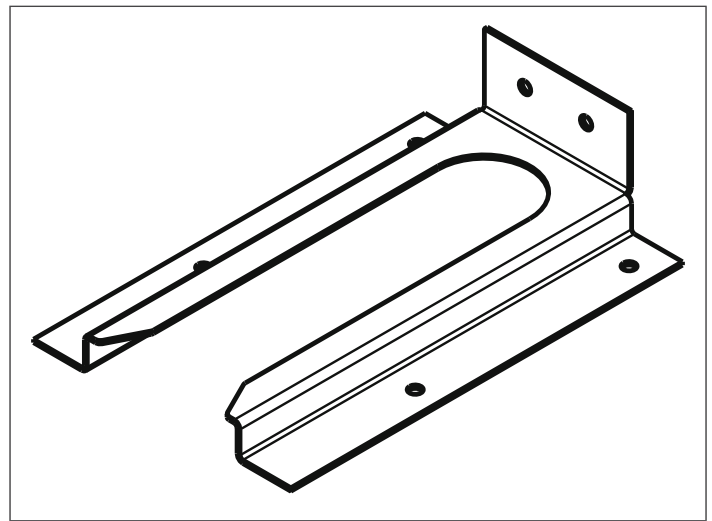
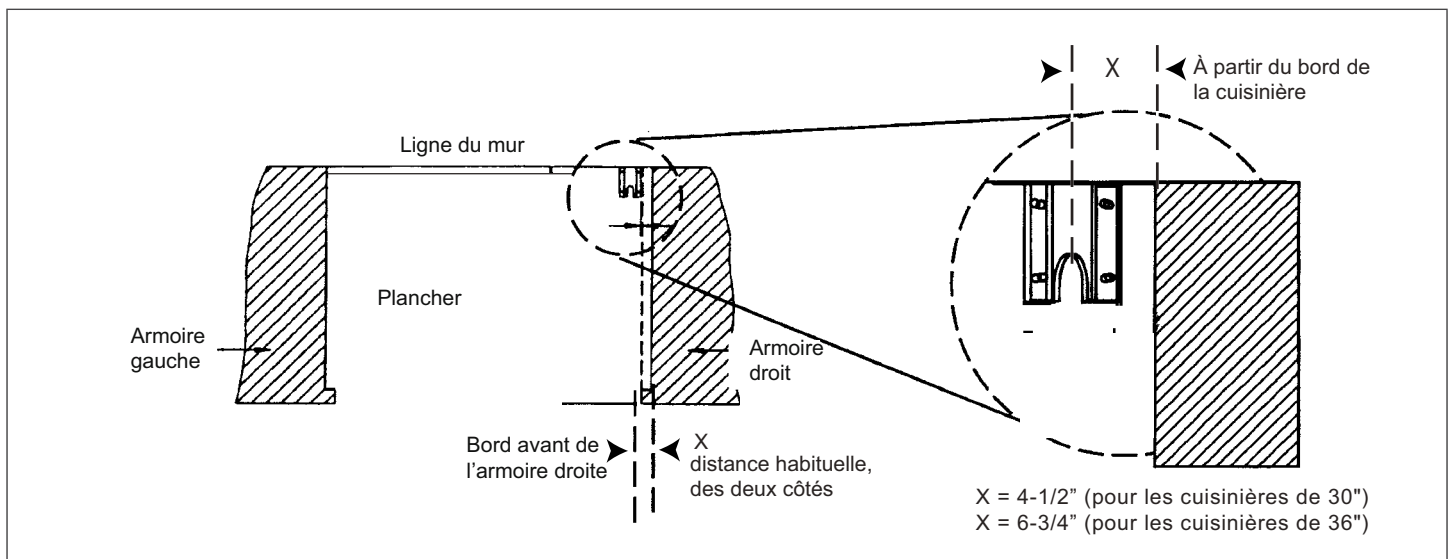
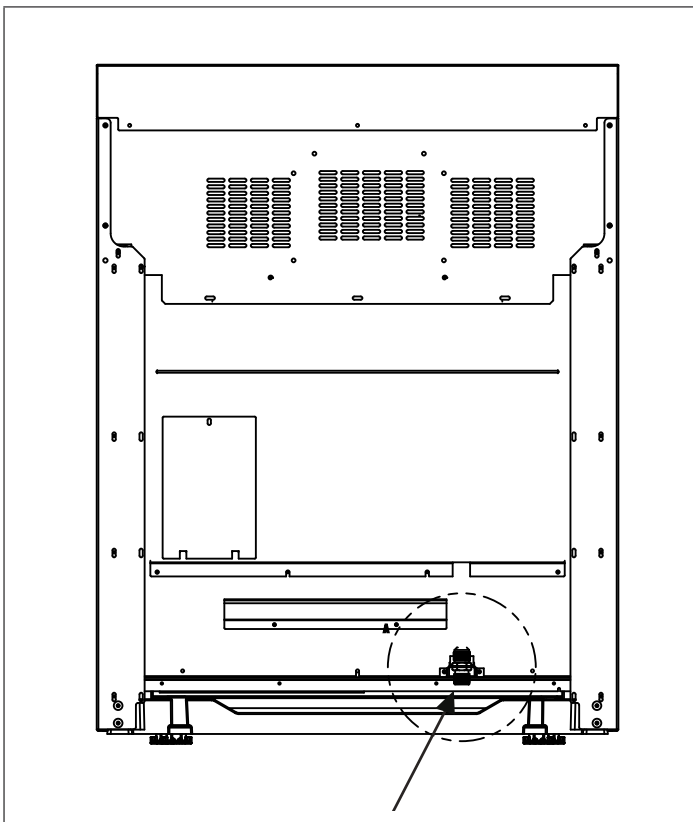

Figure 7 : Montage de la patte antibascule
Figure 8 : Mise en place de la patte antibascule (vue du haut)
Figure 9 : Emplacement du tuyau d'arrivée de gaz
Figure 7 et Figure 8.
1. Placez la patte sur l'emplacement comme indiqué à la Figure 8 (la patte peut être utilisée dans un des coins de l'installation).
- Utilisez un raccord à gaz souple de 3/4" entre l'alimentation en gaz et le tuyau d'arrivée de gaz de l'appareil. Le tuyau d'arrivée de gaz de toutes les cuisinières est situé en bas à droite. (Voir figure 8 et figure 9). Le tuyau d'arrivée de gaz de l'appareil est de type NPT 1/2". Prenez garde au tuyau flexible de 19,1 mm (3/4 po) dans les coudes, vous pourriez vous pincer. La longueur suggérée est de 48 po. Vérifiez les codes locaux concernant les exigences. Figure 9